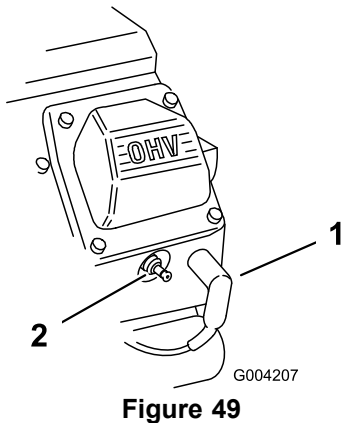

**Figure 50**
2. Contrôlez l'écartement entre l'électrode centrale et l'électrode latérale (Figure 50).
3. Courbez l'électrode latérale (Figure 50) si l'écartement est incorrect.
1. Examinez le centre des bougies (Figure 50). Si le bec de l'isolateur est recouvert d'un léger dépôt gris ou brun, le moteur fonctionne correctement. S'il est couvert d'un dépôt noir, c'est généralement signe que le filtre à air est encrassé.